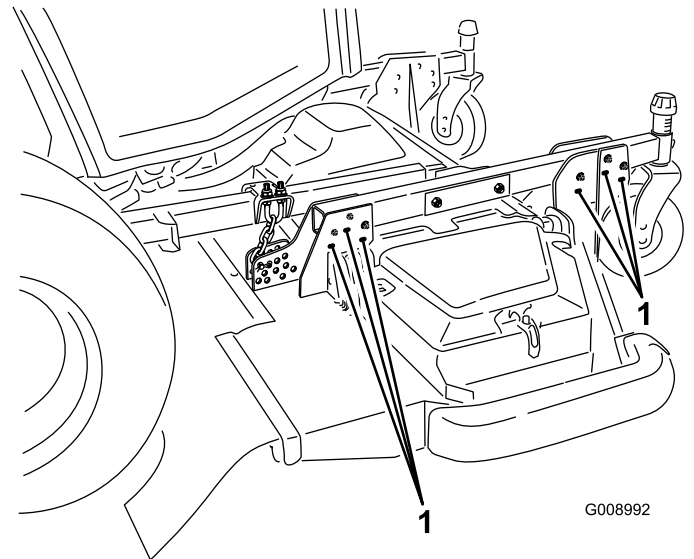

図 27
7. 刈高を 102 - 153mm にセットするには、デッキハンガーブラケットを刈高キャストアームに固定している取り付けボルトを外し、デッキハンガーブラケットを刈高キャストアームの下穴に付け替える (図 27)。